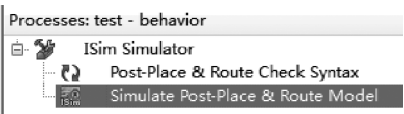

图 3.63 时序仿真入口
(2) 在下拉框中,选择 Post-Route(布线后)选项。
(3) 选择 test.v(对于 Verilog HDL 设计者)或者 test.vhd 文件(对于 VHDL 设计者)。
(4) 如图 3.63 所示,在处理子窗口内选择并展开 Isim Simulator。